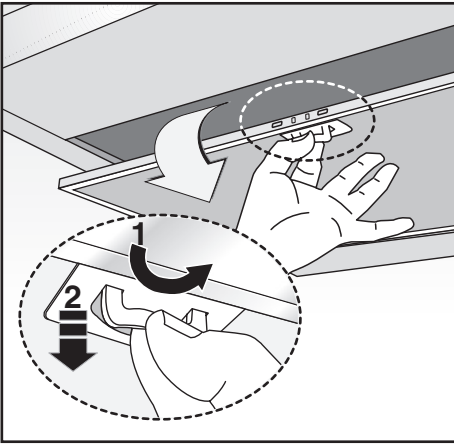

Fig.5
- La distanza minima fra la superficie di supporto dei recipienti di cottura sul dispositivo di cottura e la parte più bassa della cappa da cucina deve essere di almeno 65 cm. Se dovesse essere usato un tubo di connessione composto di due o più parti, la parte superiore deve essere all'esterno di quella inferiore. Non collegare lo scarico della cappa ad un condotto in cui circoli aria calda o utilizzato per evacuare fumi degli apparecchi alimentati da un'energia diversa da quella elettrica. Prima di procedere alle operazioni di montaggio, per una più facile manovrabilità dell'apparecchio disinserire il filtro/i antigrasso (Fig.5).